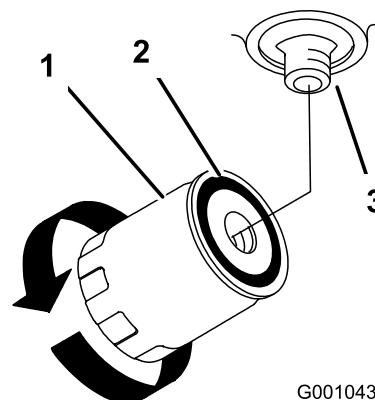

Figure 83
4. Déposez le filtre usagé et essuyez la surface du joint de l'adaptateur (Figure 83).
6. Montez le filtre de rechange sur l'adaptateur. Tournez le filtre dans le sens horaire jusqu'à ce que le joint rejoigne l'adaptateur, puis donnez 1/2 tour supplémentaire (Figure 83).